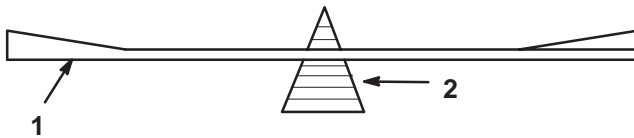

Bild 30
2. Überprüfen Sie die Auswuchtung des Schnitmessers auf einer Ausgleichsmaschine (Bild 30). Wenn das Schnitmesser in seiner horizontalen Position bleibt, ist es ausgewuchtet und kann wiederverwendet werden. Feilen Sie, wenn das Schnitmesser nicht ausgewuchtet ist, an der Rückseite des Messers etwas Metall ab. Wiederholen Sie diesen Vorgang, bis das Messer ausgewuchtet ist.